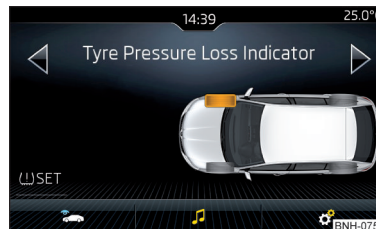

Fig. 215
- ▶ Atingeți suprafața de comandă funcții (L) SET » fig. 215.
Când lampa de control luminează (L) în panoul de bord, pe Infotainment se poate afișa anvelopa afectată » fig. 215.